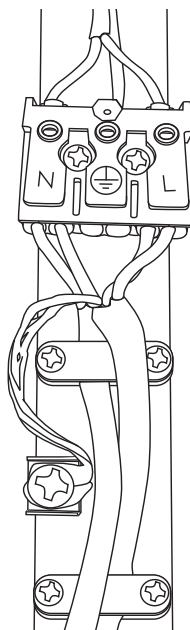

Bild 3
4. Lossa de tre skruvarna som håller fast lampbasen i röret. Dra armaturen och kopplingsdosan ur stolpröret och anslut inkommande ledare till kopplingsplinten enligt schemat (se bild 3). Om kablarna är för tjocka för att få plats två i en dragavlastning, använd två dragavlastningar och montera en kabel i varje. Det finns två jordpunkter. Om du använder en tunn kabel är det lämpligt att jorda i den vita kopplingsplinten. Använder du en kabel med jordfläta ska du använda alternativ jordpunkt, t.ex. metallplattan som dragavlastningen sitter på.